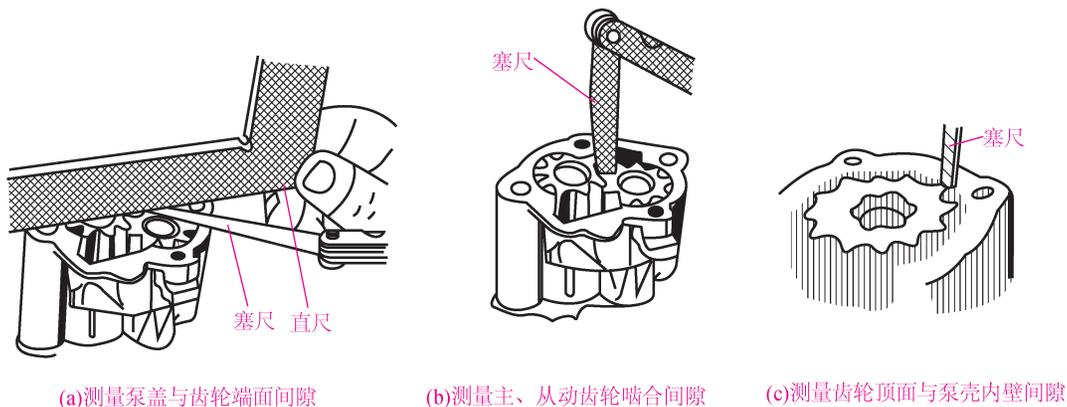

图 3.1-1 齿轮式机油泵配合间隙的检查
(1) 对于齿轮式机油泵，应检查以下部位的间隙，如图 3.1-1 所示。